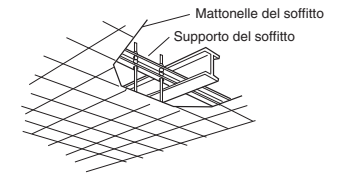

Fig. 3-4
- Usare supporti per soffitto esistenti o costruire un supporto adatto nel modo visto in Fig. 3-4.